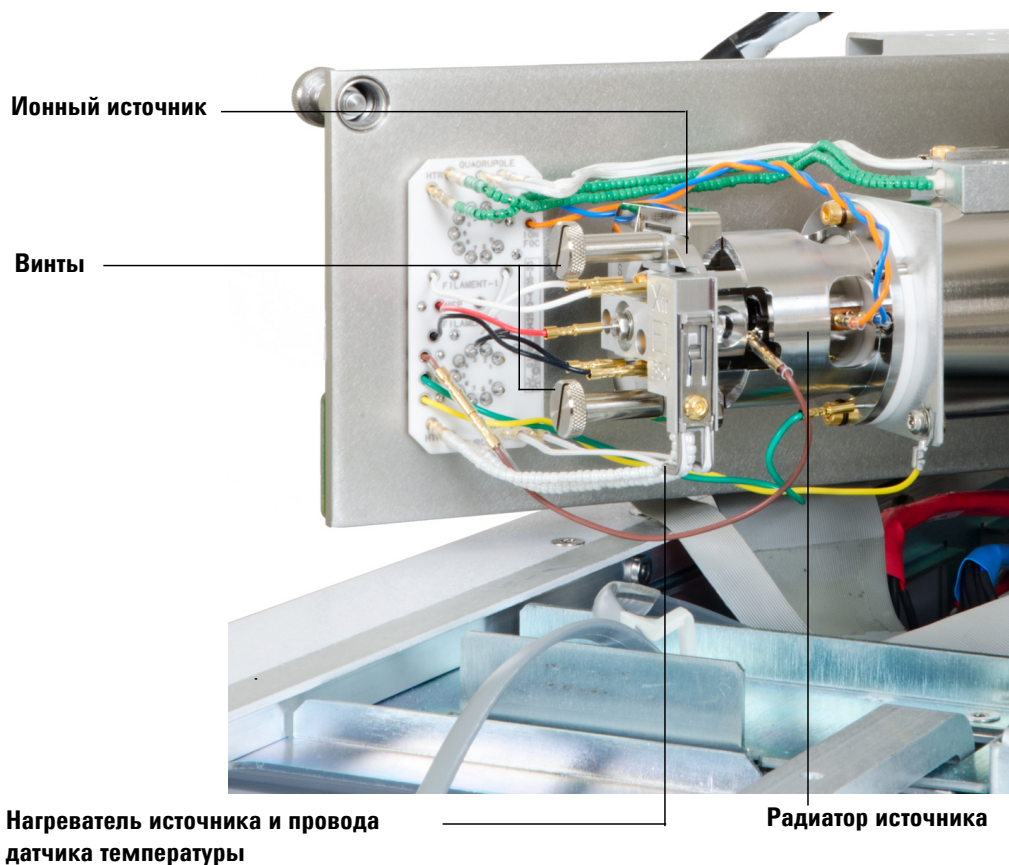

Рис. 26 Установка ионного источника ЭУ
- 1 Вставьте ионный источник в радиатор источника (Рис. 26).